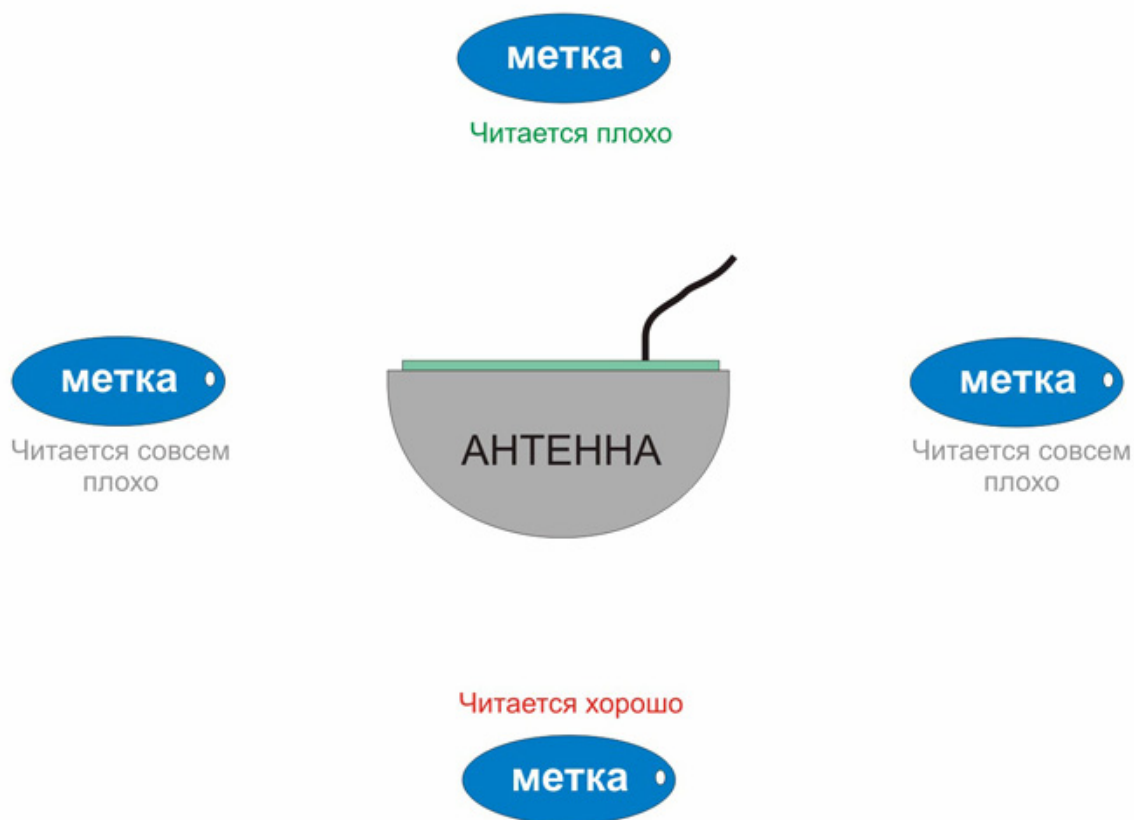

Рисунок 11. Зоны чтения метки.
- Правильно сориентировать антенны каждого из каналов. Антенны имеют достаточно выраженную диаграмму направленности, то есть при различной ориентации метки относительно антенны дальность считывания существенно меняется. Максимальная дальность получается при расположении метки по оси передней плоскости антенны, минимальная – при расположении метки параллельно плоскости антенны или сзади нее (рисунок 11).